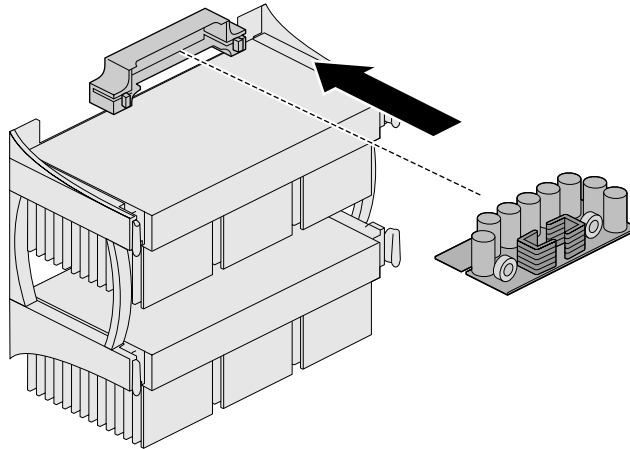

Abbildung 6-6 Installieren eines Spannungsreglers für den Prozessor
10. Wenn Sie einen Prozessor im oberen Steckplatz installieren, installieren Sie auch entsprechend Abbildung 6-6 den mit dem Prozessor gelieferten Spannungsregler. (Wenn bereits ein Spannungsregler installiert ist, müssen Sie diesen nicht entfernen oder neu installieren.)